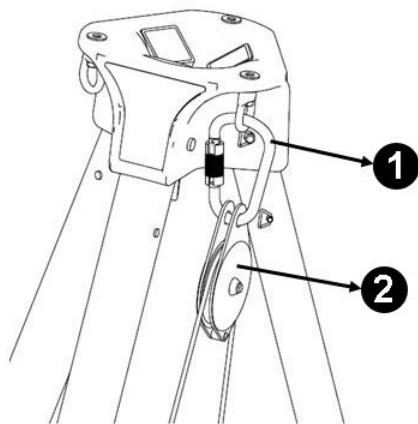

Figure 4
- Suspendre le porte-mousqueton et la poulie aux ancrages sur le côté de la tête du trépied. Consulter la section Figure 4. Le mousqueton du treuil doit être suspendu vers l'intérieur du trépied.